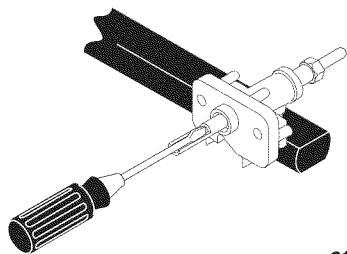

Figure 9
- B.** Le brûleur de surface doit s'allumer lorsque le gaz est disponible au brûleur supérieur. En fonctionnement normal, chaque brûleur doit s'allumer dans un délai de quatre (4) secondes après que l'air ait été purgé des canalisations d'alimentation. Regardez si le brûleur est allumé.
4. Réglez la position LOW des robinets des brûleurs de surface réguliers (voir Figure 9):